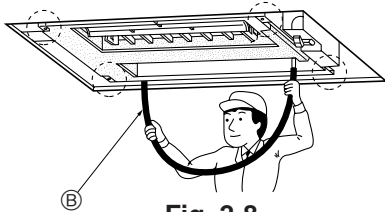

Fig. 2-8
① Boulon de suspension (3/8" ou M10)
⑤ Rondelle ①
② Surface du plafond
⑥ (Installer la rondelle avec l'isolation tournée vers le bas)
③ Ecrou (3/8" ou M10)
⑦ Rondelles d'étanchéité ② (avec isolation) ⑧ Distance jusqu'à la face supérieure du support
4. Vérifier si les quatre coins sont à niveau, à l'aide d'un niveau ou d'un tuyau en plastique transparent contenant de l'eau. (Fig. 2-8)